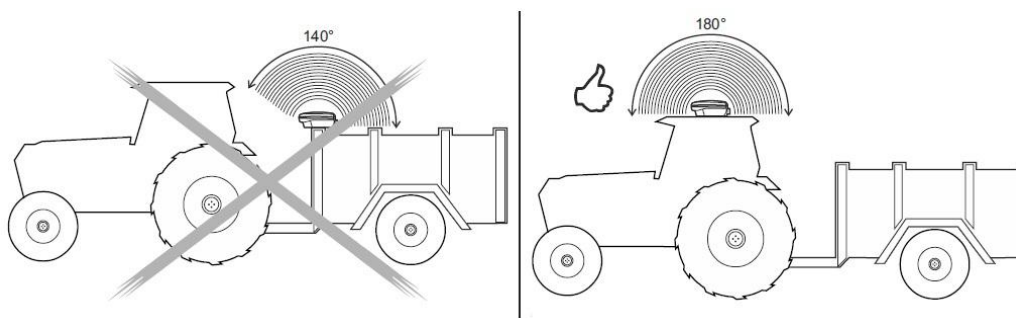

Figura 5.21 – Ex. posicionamento Recetor GPS
- Instale o Recetor GPS na parte mais alta do conjunto máquina trator (Figura 5.21). O ângulo de receção, dirigido para o céu, deve ser o mais amplo possível.